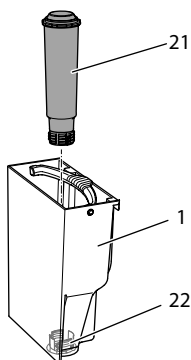

Bild 15: Skruva fast eller lossa vattenfiltret
- Ta ut vattenfiltret (se Bild 15 på sidan 200).
9. Sätt i ett nytt filter i vattenbehållaren (se Bild 15).
3. Ta ut vattenfiltret (se Bild 15).